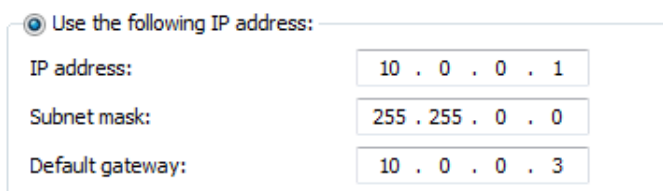

Figure 15 Boîte de dialogue Internet Protocol Version 4 - Utilisez l'adresse IP suivante
- f Sur l'onglet Général de la boîte de dialogue, sélectionnez **Use the following IP address** et définissez l'adresse IP, le masque de sous-réseau et la passerelle par défaut avec les valeurs affichées dans la Figure 15. Cliquez sur **OK** pour fermer la boîte de dialogue.